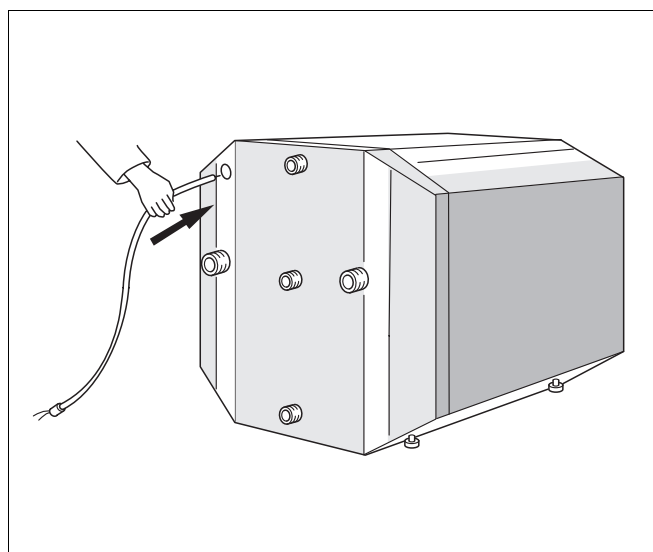
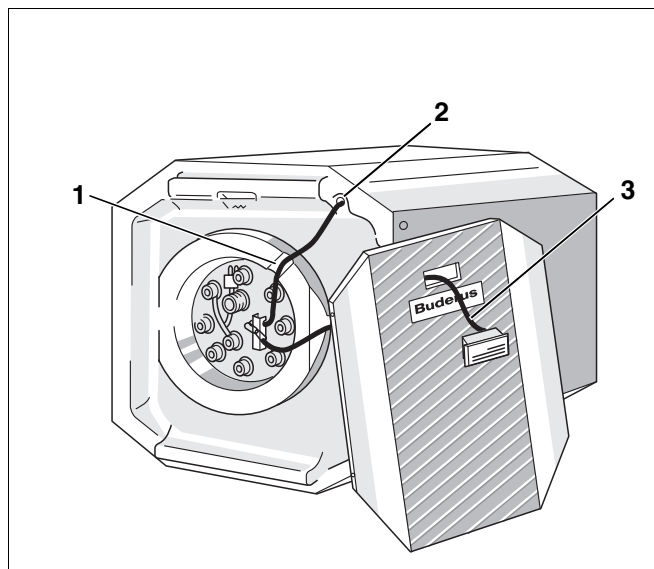
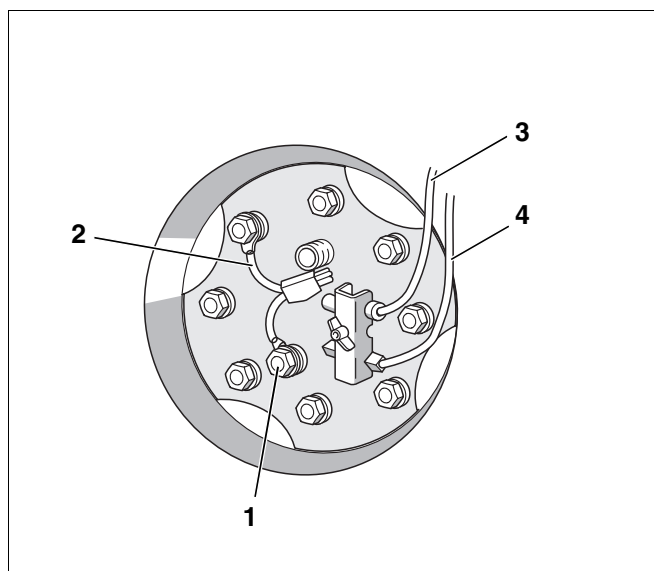

Рис. 5 Крепление датчика на крышке люка
Рис. 6 Прокладка кабеля датчика
Рис. 7 Крышка люка
- Ввести датчик регулятора температуры горячей воды* (рис. 7, поз. 3 на стр. 7) с задней стороны бака в отверстие кабельного канала (рис. 5).
- Вынуть датчик из канала (рис. 6, поз. 2) на передней стороне бака и провести к креплению датчиков на крышке люка (рис. 6).
- Провести датчик для термометра горячей воды (рис. 6, поз. 3 и рис. 7, поз. 4) спереди через вырез в передней стенке кожуха и установить корпус термометра в вырез.
- Размотать провод датчика и провести через прорезь (рис. 6, поз. 1) в теплоизоляции к креплению датчика на крышке люка (рис. 6).
- Отвернуть барашковую гайку крепления датчиков, установить датчики в соответствии с их геометрической формой или диаметром в крепежную планку (рис. 7).
- Проверить, подключен ли заземляющий кабель (рис. 7, поз. 2) магниевого анода (рис. 7, поз. 1) к крепежному болту крышки люка (рис. 7).
- Соединить штекер заземляющего кабеля с кабелем системы управления (рис. 7).